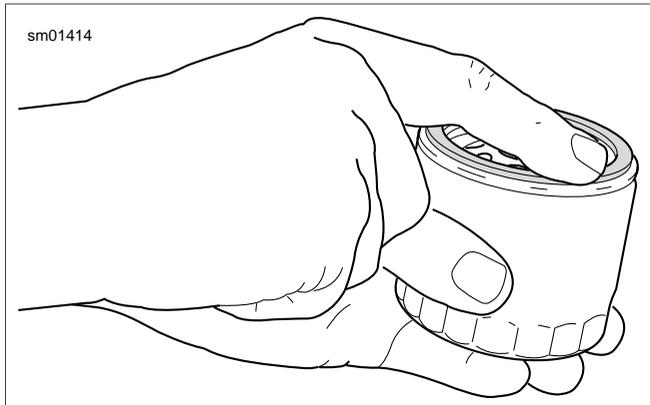

Figure 1-6. Lubrification du nouveau joint du filtre à huile
5. Voir Figure 1-6. Lubrifier le joint du **nouveau** filtre à huile avec de l'huile moteur et installer le **nouveau** filtre. Serrer le filtre à huile à la main de deux tiers de tours à un tour complet une fois que le joint touche la surface de montage du filtre.